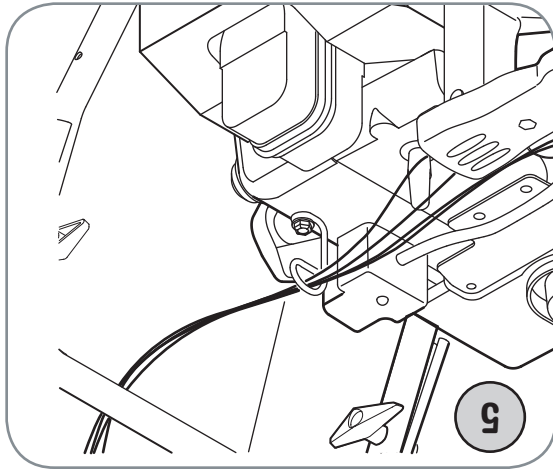

Figure 5
5. Vérifiez que tous les câbles sont acheminés dans le guide sur le dessus du moteur. Voir la Figure 5. Pour l'expédition, le fil électrique est maintenu sur l'arrière de l'habitacle de la tarrière avec un attache-câble. Coupez l'attache-câble et jetez-le avant d'utiliser la souffluse.